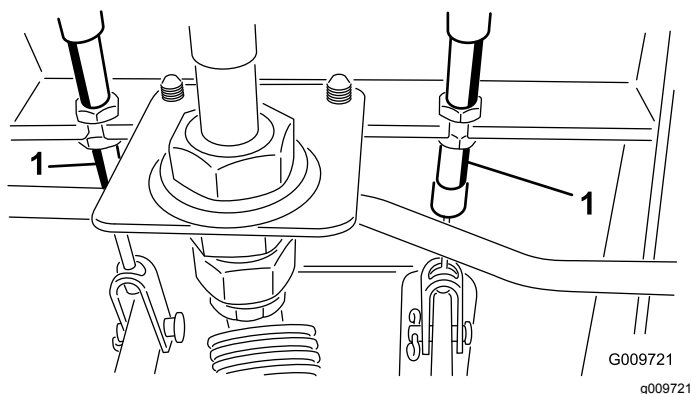

図 52
- A. ブレーキケーブル 図 52 の端にある前ナットをゆるめる。